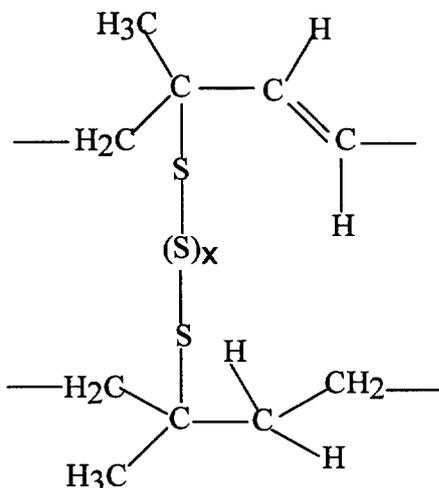

figure 4 : motif du polyisoprène vulcanisé
3.4. Le polyisoprène naturel qui coule de l'arbre est un liquide blanc. Les industriels ajoutent souvent du soufre au polymère naturel, pour relier entre elles les chaînes de polymères (figure 4). Ce procédé s'appelle la vulcanisation. Quel est l'intérêt pour les propriétés physiques du polymère de le vulcaniser ?